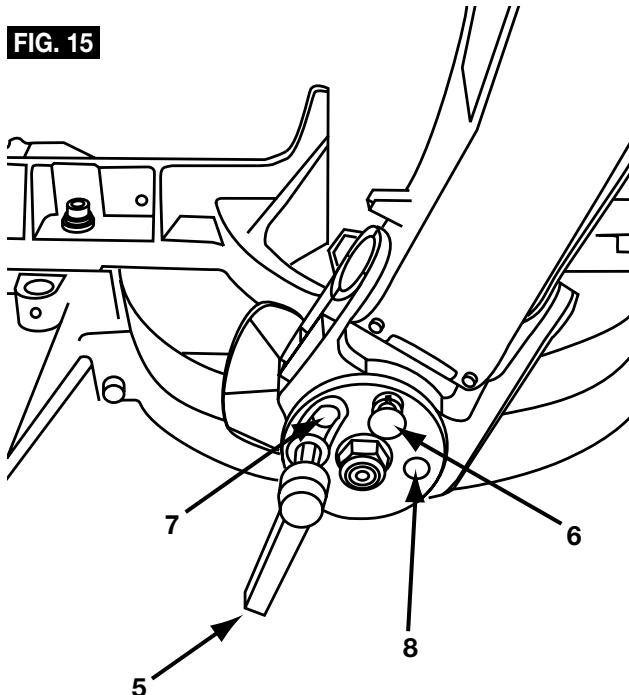

FIG. 15
3. Loosen bevel lock handle **5**. Rotate head assembly to 33.9° on the bevel scale. Insert the pin **6** into the detent, tighten the bevel lock handle **5** (Figure 15).
3. Desserrez la poignée de blocage de biseau **5**. Tournez la tête à $33,9^\circ$ sur l'échelle graduée de biseau. Insérez la cheville **6** dans le cran d'arrêt, serrez la poignée de blocage de biseau **5** (Figure 15).